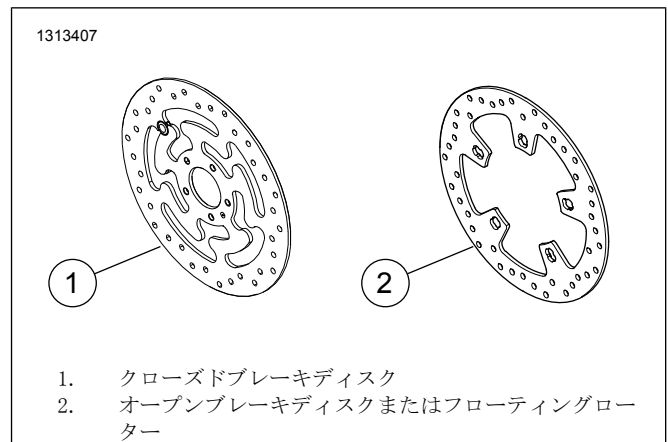

図1。フロントブレーキディスクのスタイル
- ・ブレーキディスクスクリュー(図1と表1を参照してください)